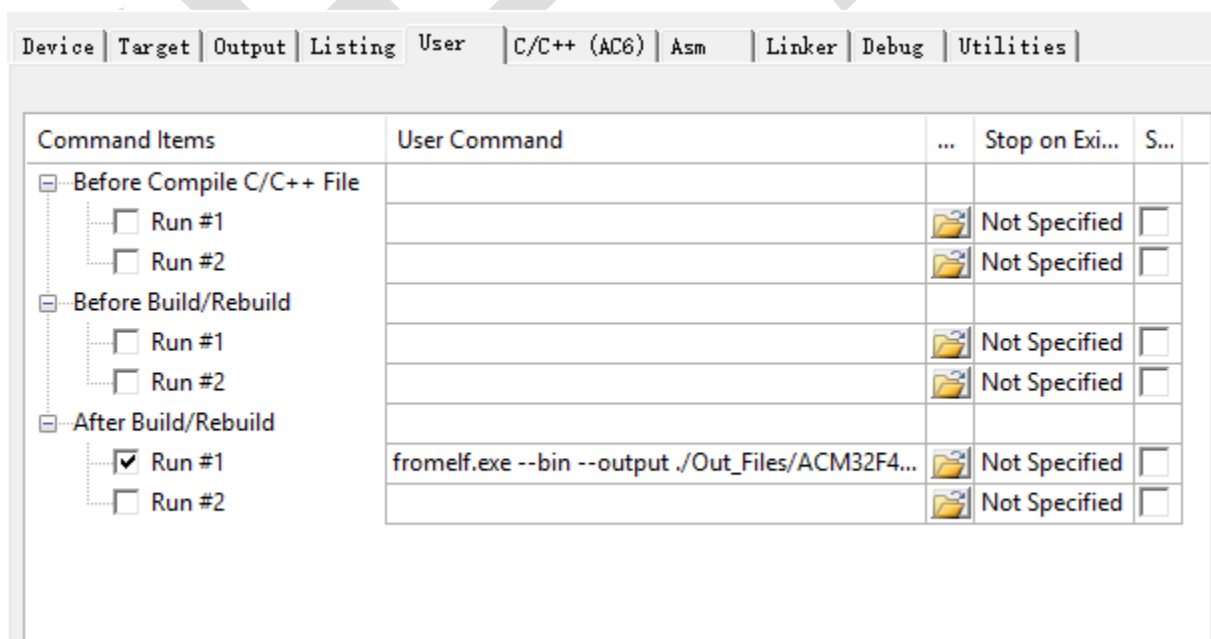

图 3-13 User 页面
2) 如图 3-13 所示, IROM1 起始地址填 0, 是 eflash 的起始地址, 大小根据产品型号的参数填写 (见数据手册), 最大为 512KB 即 0x80000。ISRAM1 起始地址填 0x20000000, 为 SRAM 的起始地址, 大小根据产品型号的参数填写, 最大为 192KB 即 0x30000。编译器选择 version 6。